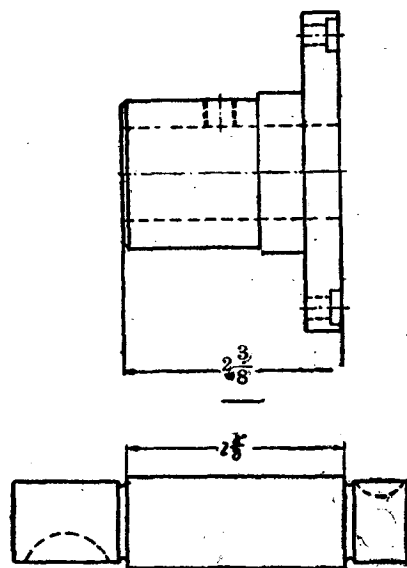

图13 法蓝婆司与钢芯子的长度
(2) 小月牙肖 (15700) 放在馒头牙鋼芯子 (6501) 上，使它們不会相互松动，用錘头輕輕把它敲进。
(3) 法兰婆司必須与牆板和馒头牙鋼芯子沒有伸縮，而且法兰套在鋼芯子上，法兰的平面要与鋼芯子的肩胛相平齐而灵活，其尺寸見图13。
(4) 大月牙肖 (15702) 与小鋼婆司的边必須沒有伸縮，而且